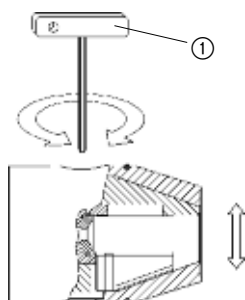

Fig. 1
Ouvrir jusqu'au maximum les mors avec la clé 6 pans ① en tournant dans le sens inverse des aiguilles d'une montre (Fig. 1).